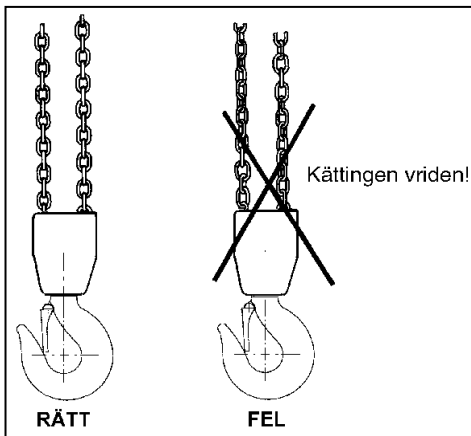

Fig 3 Kättingen får ej vara vriden
- Lastkättingen får inte ha kinkar och ej heller vara vriden. För flerpartigt lyftblock finns risken att kättingen blir vriden genom att underblocket råkar bli vänt igenom kättingslingan – oftast vid ommontering eller flyttning av lyftblocket mellan olika arbetsställen. Se fig 3.